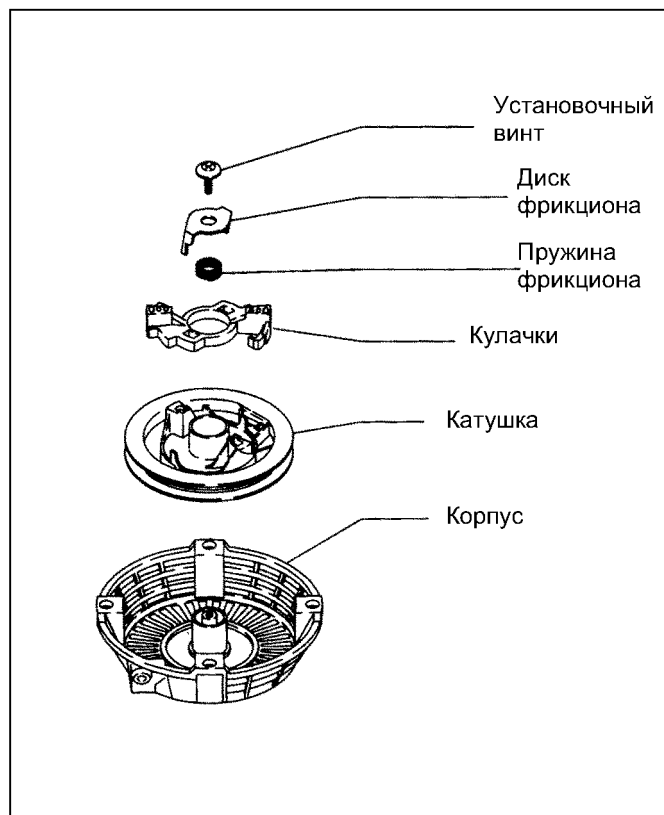

Рис. 10-11
- (2) Снять детали стартера (см. рис 10-11), для этого:
- (3) Снять катушку (см. рис. 10-11)